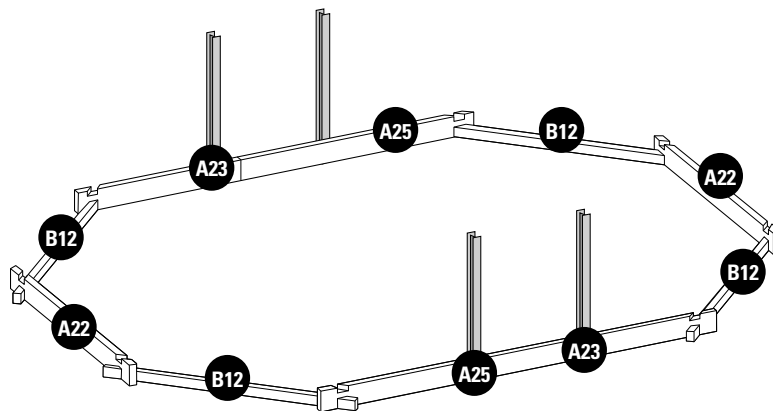

Fig. 1 / Abb. 1 / Afb. 1
**INSTALLATION OF THE FIRST LAYER OF BOARDS:** • Build the first layer placing boards (A22), (A23), (A25) and (B12) as shown by figure 1. • Adjust the shape of the pool using the inside dimensions indicated in the installation diagram (see page 45). • The drawing shows the inside dimensions of the pool for the different opposing diagonals. After having installed the first layer, you should check the inside dimensions of the pool.
**POSITIONNEMENT DE LA 1ÈRE RANGÉE DE MADRIERS :** • Constituez la première rangée, en disposant les madriers (A22), (A23), (A25) et (B12) comme indiqué sur la figure 1. • Ajustez la forme de la piscine en vous aidant des dimensions intérieures indiquées sur le plan d'implantation (Voir page 44/46). • Le plan donne les dimensions intérieures du bassin pour les différentes diagonales opposées.
**POSITIONIERUNG DER ERSTEN REIHE VON BRETTERN:** • Errichten Sie die erste Reihe, indem Bretter (A22), (A23), (A25) und (B12) platzieren, wie Abb. 1 zeigt. • Passen Sie die Form des Pools an, indem Sie die angezeigten Innenmaße verwenden, die in der Einbauzeichnung (Siehe Seite 45) aufgeführt sind. • Die Zeichnung zeigt die Innenmaße des Pools für die verschiedenen gegenüberliegenden Diagonalen.
**PLAATSING VAN DE EERSTE RIJ PLANKEN:** • Construeer de eerste rij door het plaatsen van planken (A22), (A23), (A25) en (B12) zoals te zien is op afbeelding 1. • Plan de vorm van het zwembad aan waarbij u gebruik maakt van de interne afmetingen die zijn aangegeven op het montageplan (Zie pagina 45). • Het plan geeft interne afmetingen van het zwembad aan voor de verschillende tegenover elkaar liggende diagonale lijnen.